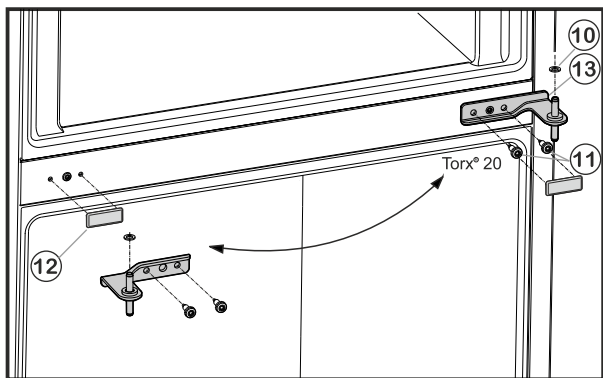

Fig. 6
- ▶ Odvijte pritrdilna vijaka *Fig. 6 (11)* (2-krat Torx® 20) in izvlecite ležajni podstavek na sredini iz spodnjih vrat.
- ▶ Snemite plastično podložko *Fig. 6 (10)*.
- ▶ Previdno snemite pokrov *Fig. 6 (12)*.
- ▶ Pokrov *Fig. 6 (12)* ponovno namestite na nasprotni strani.
- ▶ Ležajni podstavek na sredi *Fig. 6 (13)* obrnjen za 180°, vstavite v spodnja vrata in ga **dobro (s 4 Nm)** privijte s pritrdilnima vijakoma *Fig. 6 (11)* (2-krat Torx® 20) na novo stran s tečaji.
- ▶ Ponovno namestite plastično podložko *Fig. 6 (10)*.
- ▶ Zgornja vrata postavite na ležajni podstavek na sredini *Fig. 6 (13)*.